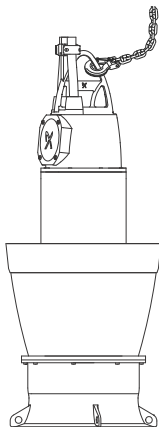

Рис. 24 Насос, зафиксированный на кране
2. Закрепите насос при помощи подъемной цепи и крана для предотвращения наклона насоса. Насос должен полностью стоять на земле без какой-либо нагрузки на кран. См. рис. 24.